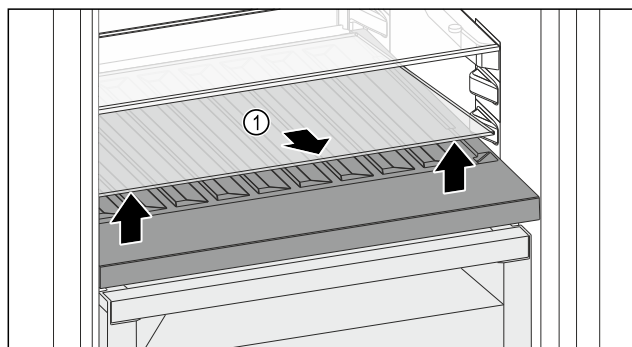

Fig. 116
- Levante la placa de vidrio Fig. 116 (1) por la entalladura de la parte delantera y retírela.
- Guarde la placa de vidrio Fig. 116 (1) de forma segura fuera del electrodoméstico.